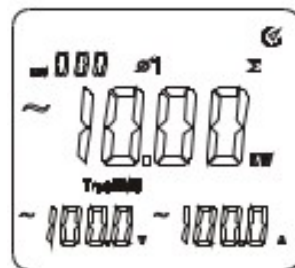

Figura 8-2
- Como se muestra en la figura 8-2, presione la tecla “Σ” para acumular la potencia de la primera fase.